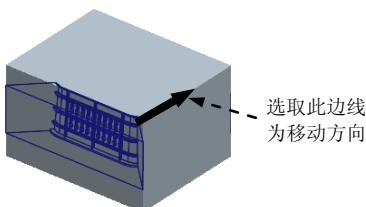
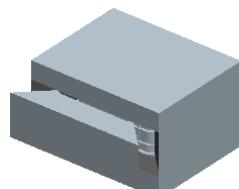

图 16.26 选取移动方向
图 16.27 移动滑块 1 后的状态
Step2. 开模步骤 1: 移动滑块 1。选取图 16.26 所示的边线为移动方向, 输入要移动的距离值-200, 移出后的模型如图 16.27 所示。